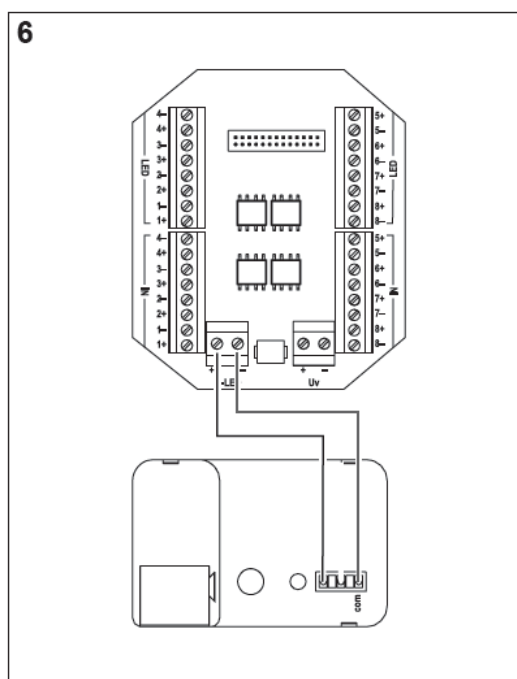

Bild 6
- Leitung des Ausgangs **A1** in die Klemme **+** der **B-LED** Anschlussklemmen am Adapter führen (Bild 6) und Schraubklemme anziehen.